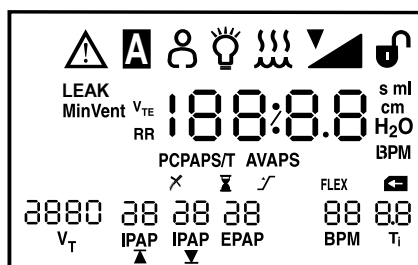

Figura 5-4 Pantalla de Autodiagnóstico
**NOTA:** si la alarma no suena o si los botones no se encienden, es necesario revisar la unidad. Además, si cualquiera de los dígitos alfanuméricos que aparecen en la figura 5-4 no aparece en la pantalla de Autodiagnóstico, la unidad necesita ser revisada.